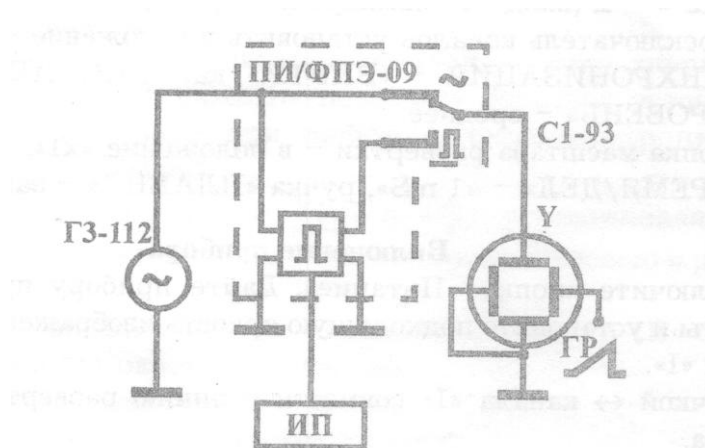

Рис.1.7. Схема для наблюдения периодических сигналов $U(t)$.
1. Соберите рабочую схему в соответствии с принципиальной, изображенной на рис.1.7. На модуле «ПИ/ФПЭ-09» нажмите кнопку «~». Включите приборы. После прогрева установите частоту генератора 100 Гц и выходное напряжение ~ 3 В (ступенчатый аттенюатор «<dB» - в положении «10», а ручка плавной регулировки выходного напряжения «↗» повернута вправо до конца).